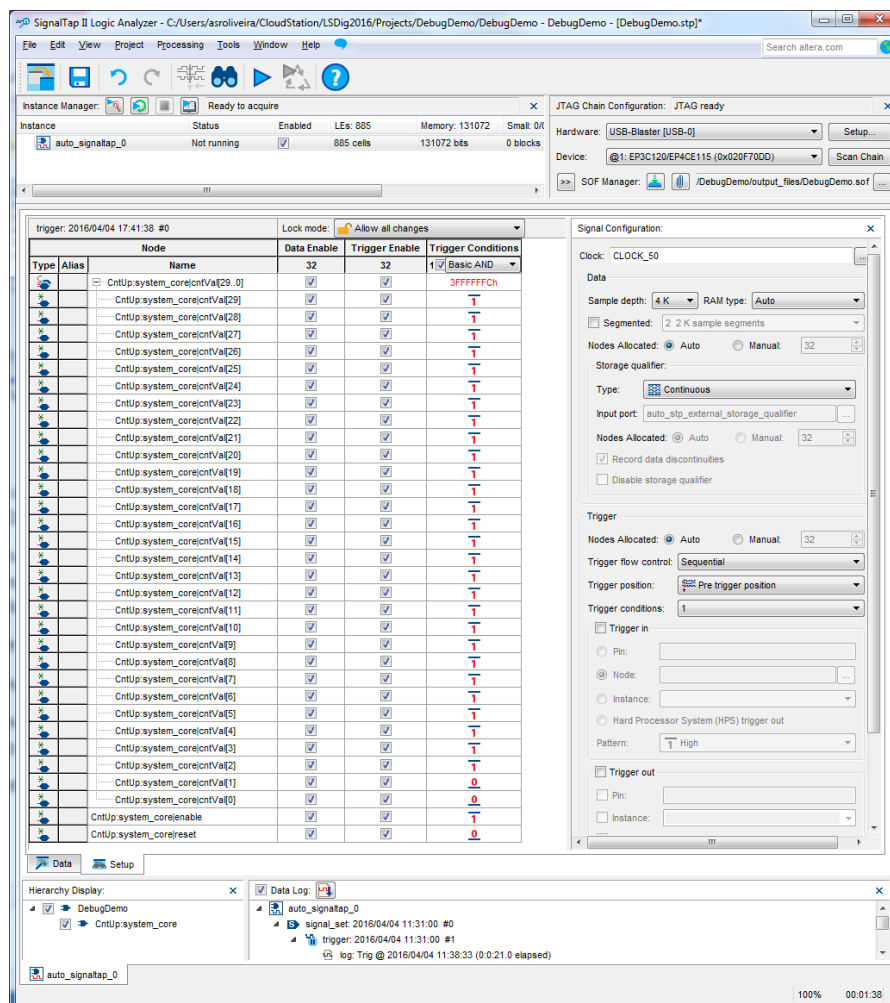
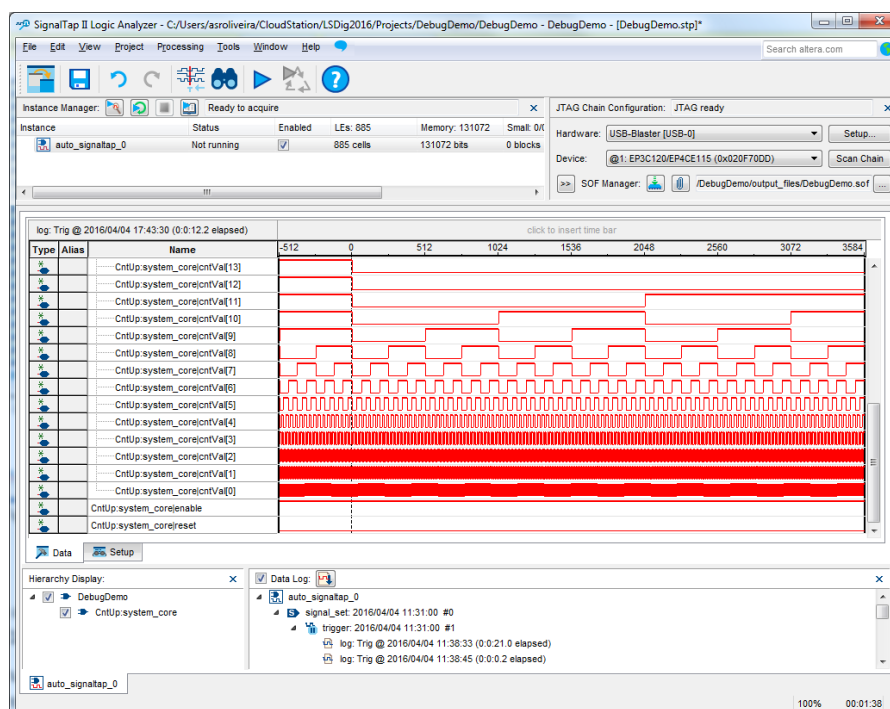

Figura 27 – Configuração do instante de disparo da captura (*trigger*) com base no valor dos sinais **reset**, **enable** e **cntVal**.
Figura 28 – Janela “Data” da aplicação “SignalTap II Logic Analyser” depois de uma nova aquisição, onde foi capturado o *wrap-around* do contador.
**10.** Podem ser visualizados instantes particulares da contagem se forem definidas condições de *trigger* mais restritas. A título de exemplo, pode ser visualizado o instante de *wrap-around* do contador através da atribuição do valor “11...100” a **cntVal1**, o que leva a que a captura seja disparada três ciclos de relógio antes do contador voltar à contagem “00...00” (Figura 27). Volte a executar o comando “*Processing* → *Run Analysis*” para efetuar a captura (Figura 28).